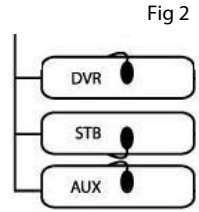

Fig 2
1. Fixez les émetteurs 3IREDB au dessus du capteur IR des composants de votre système que vous souhaitez contrôler. Reportez-vous aux Fig. 2.
1. Fije los Emisores 3IREDB sobre las Ventanas de los Sensores IR de los componentes de su sistema que desee controlar. Vea las Figs. 2.
1. Faça a conexão dos Emissores 3IRED8 na janela do Sensor IR, dos componentes do sistema que pretende controlar. Consultar as Fig. 2.